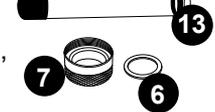

Figure 6
- Retirez l'écrou de compression du joint de quartz (7) en le tournant dans le sens **antihoraire**, Figure 3. Utilisez une paire de pinces multiprises si nécessaire, Figure 5. Vous remarquerez qu'une rondelle de compression en acier inoxydable (6) glisse sur le tube de quartz. Conservez la rondelle (6) pour une utilisation ultérieure, Figure 6. Il existe également un joint d'étanchéité noir (13); saisissez le joint d'étanchéité noir, puis retirez lentement et délicatement le tube de quartz.
- Vous pouvez maintenant nettoyer ou remplacer le tube de quartz (2). Pour nettoyer le tube (2), suivre les étapes 8 et 9, puis passer à l'étape 10. S'il faut remplacer le tube (2), sauter les étapes 8 et 9, et passer directement à l'étape 10.